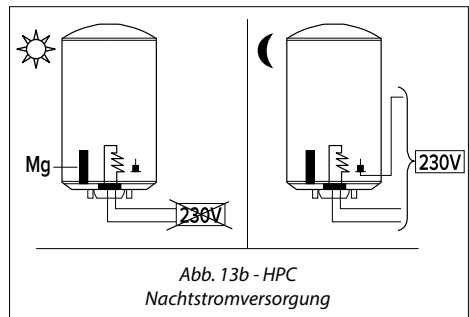

Abb. 13b - HPC Nachtstromversorgung
① Nachtstromversorgung
- > Heizelement ↔ Nachtstromversorgung (ausschließlich oder zwei Timer-Zeitprogramme) (Abb. 13b).